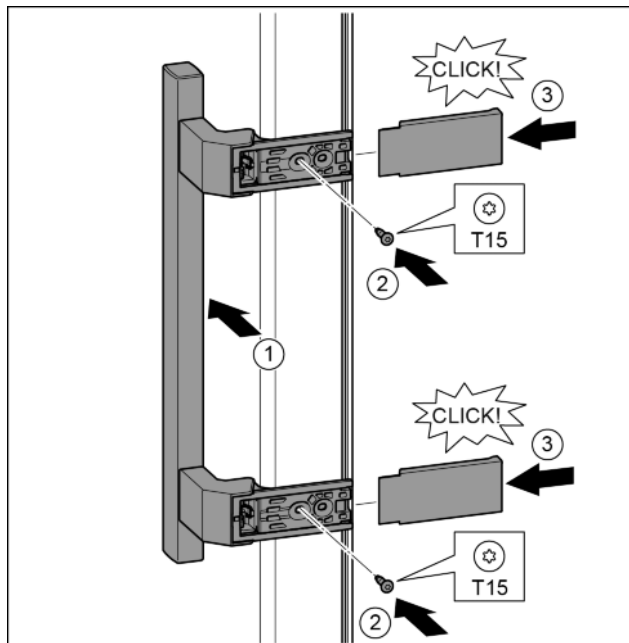

Fig. 34
- ▶ Nasadte madlo na protilehlé straně. Fig. 34 (1)
- ▶ Šroubovákem T15 pevně utáhněte šrouby. Fig. 34 (2)
- ▶ Kryty bočně nasadte a nasuňte. Fig. 34 (3)